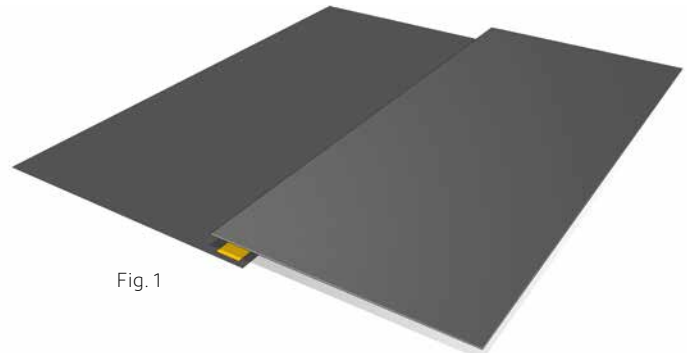

Fig. 1
2. Placez le ruban adhésif Plantex® Performance Tape le long de la bordure sur la partie inférieure de la nappe (Fig. 1).
3. Appliquez ensuite la partie supérieure de la nappe sur la partie inférieure de la nappe en recouvrant complètement la bande recouverte de ruban adhésif (Fig.1).